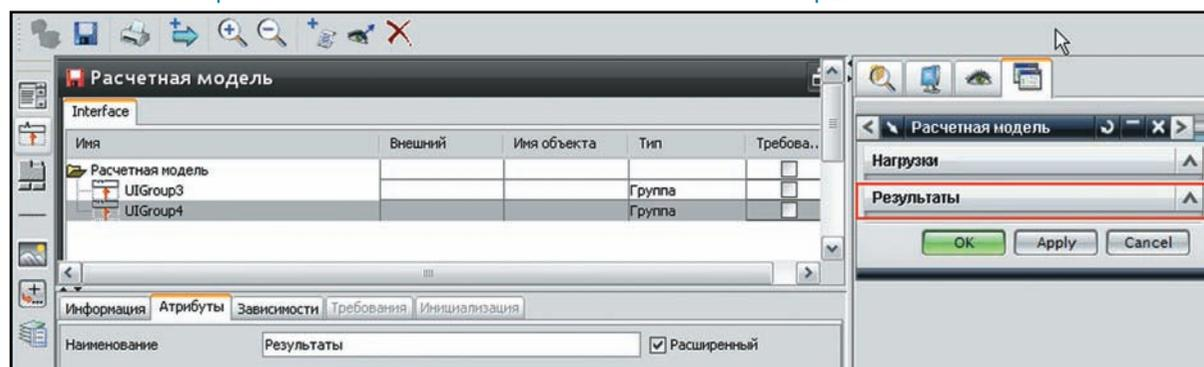

Рисунок 10.37 Добавление групп
- Добавим в интерфейс шаблона две группы, которые назовём **Нагрузки** и **Результаты** (рис. 10.37).